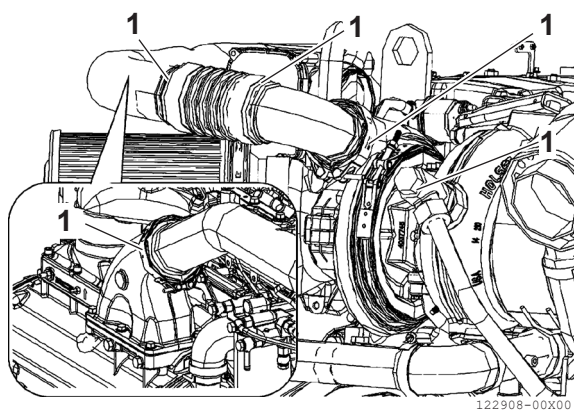

Figura 2
Verificare che le fascette stringitubo (**Figura 2, (1)**) siano serrate. Controllare visivamente che il sistema di alimentazione dell'aria non sia ostruito o danneggiato.